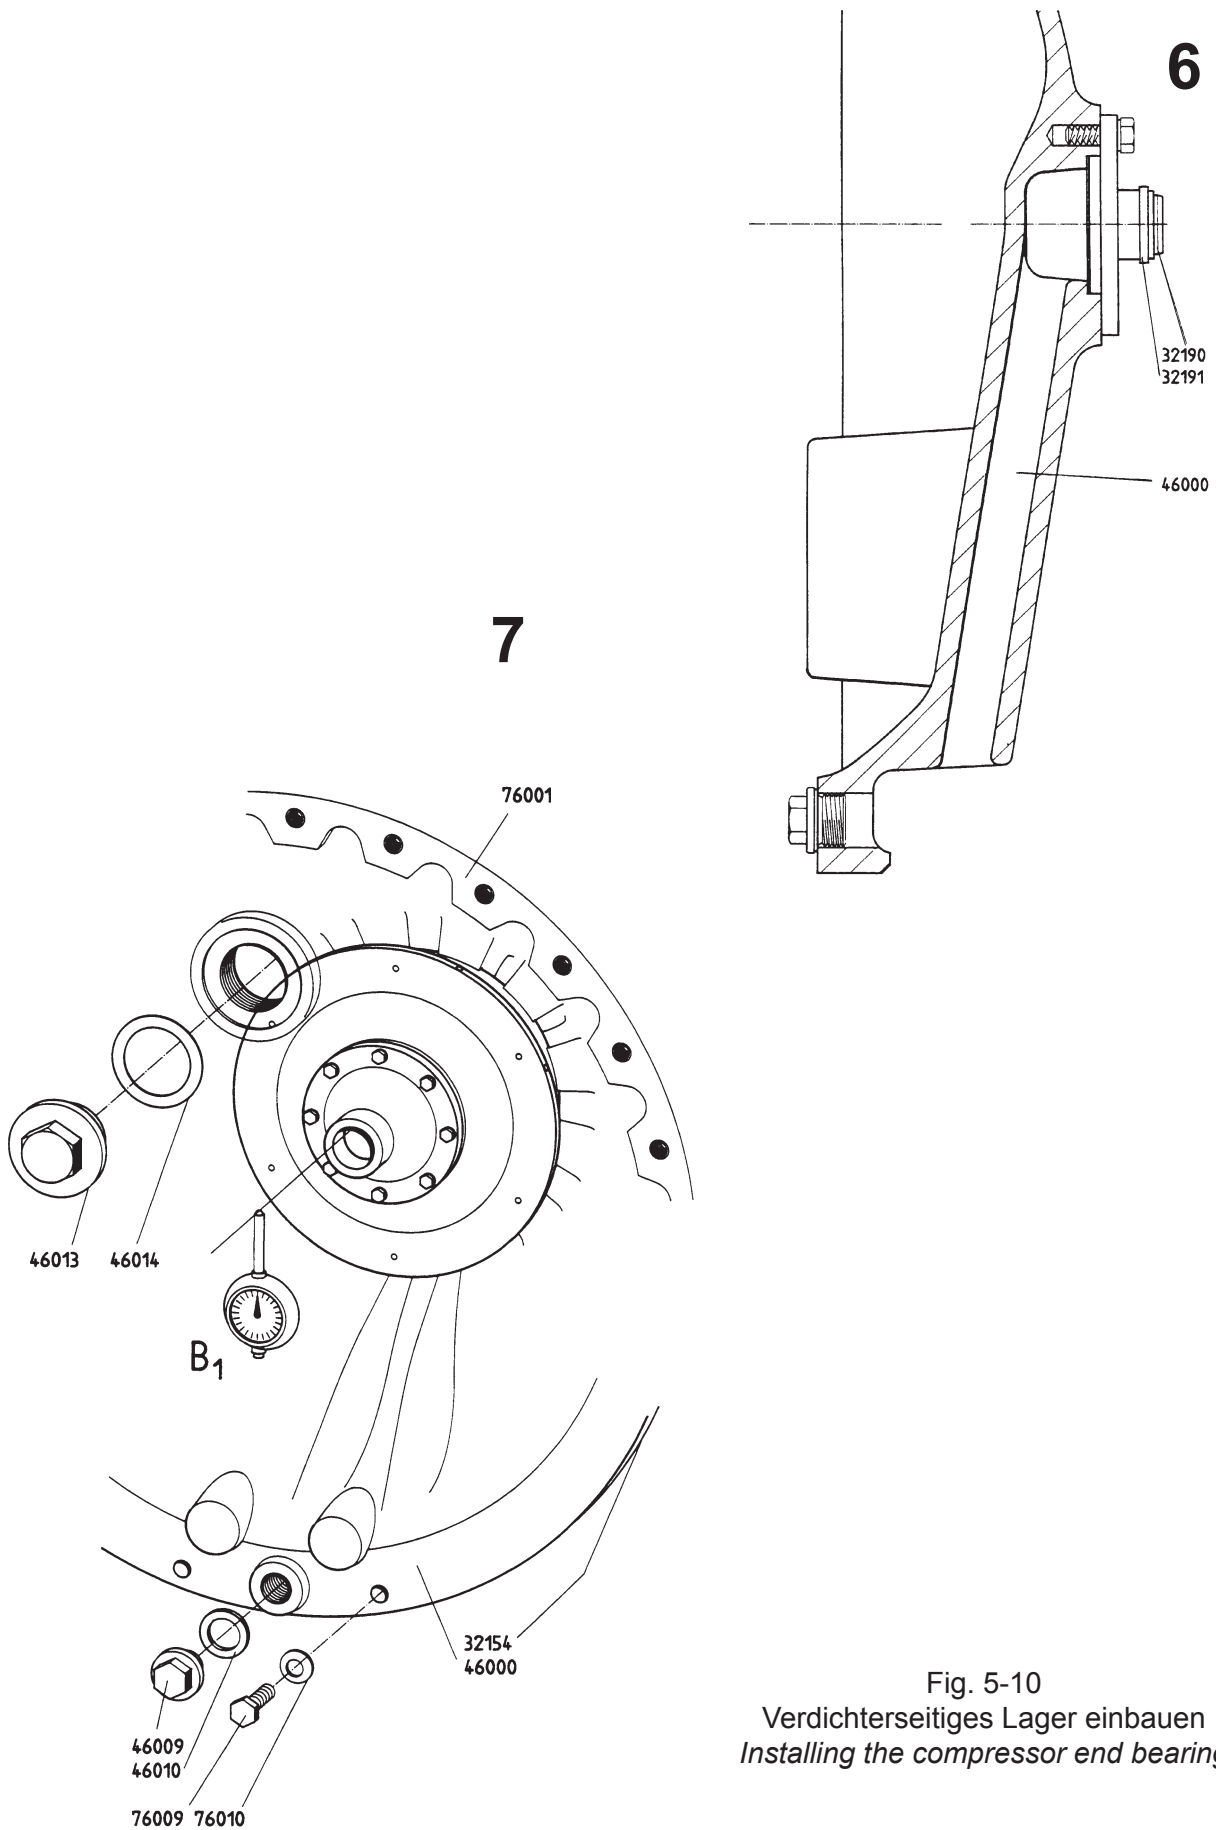

Fig. 5-10
Caution ! If the true run is OK bend the tongue of the locking plate (32114). (see fig. 5-10/5)
- Kolbenring (32191) und Düse (32190) auf Beschädigung prüfen und bei Bedarf ersetzen (s. Fig. 5-10/6).
- Verschlusschrauben (46009) mit Dichtungen (46010) eindrehen und festziehen (s. Fig. 5-10/7).